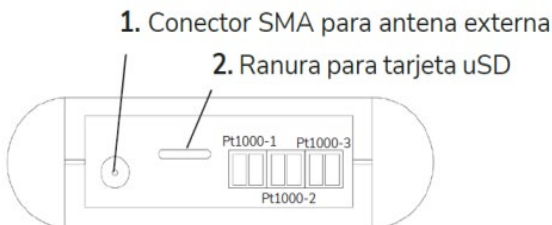

Figura 6.4. Conexión de los sensores de temperatura
- Conectores verdes para medir la temperatura de las células calibradas (Figura 6.4.)